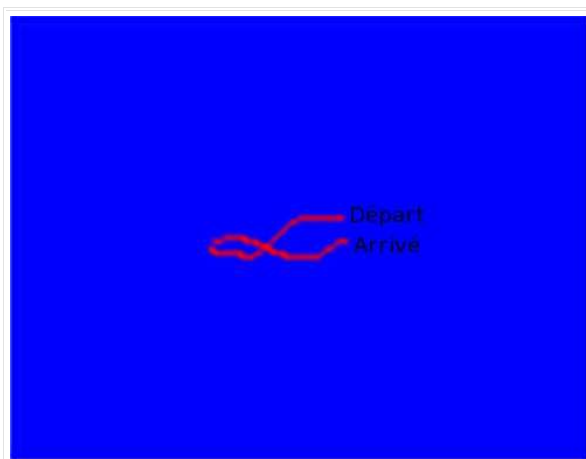
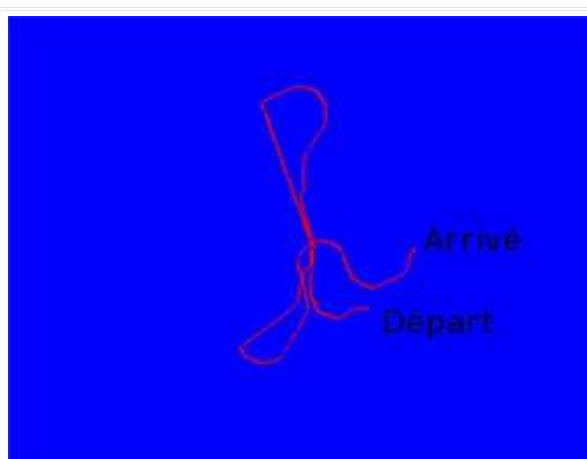

Figure 0.1 : Parcours court
Figure 0.2 : Parcours long
1. **Odométrie** : le Roomba peut renvoyer directement la distance qu'il a parcouru et son angle de rotation depuis la dernière demande effectuée. Après quelques tests je me suis rendu compte que ces deux informations étaient très précises. Le Roomba peut également renvoyer le nombre de points codeur de chaque roue. J'ai testé cette fonctionnalité et j'ai trouvé que la résolution des codeurs était de 512 points par tour de roue, ce qui n'est pas trop mauvais. J'ai donc fait un programme pour trouver la position du robot directement via le nombre de points codeur de chaque roue. Ainsi on obtient une position beaucoup plus précise. En ligne droite on peut avoir une position assez précise, avec moins de 1% d'erreur. En revanche lorsque le Roomba tourne on perd beaucoup en précision. J'ai réalisé un test ou le Roomba part du dock (position $x=0\text{mm}$, $y=0\text{mm}$, $z=0^\circ$) et réalise un parcours de quelques mètres (fig 0.1) À la fin de son parcours le Roomba retourne au dock et affiche une position : $x=106\text{mm}$, $y=-577\text{mm}$, $z=-3^\circ$. J'ai refait ce test avec un parcours beaucoup plus long (plusieurs dizaines de mètres) (fig 0.2)